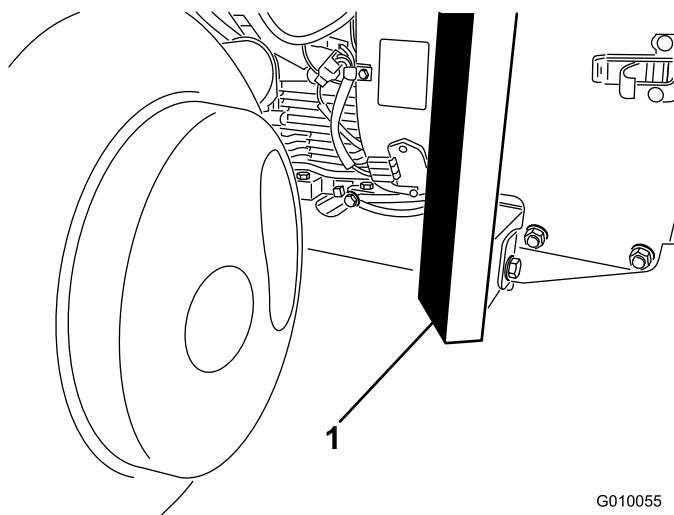

Figure 36
3. Placez le cric solidement sous l'avant du cadre (Figure 36).